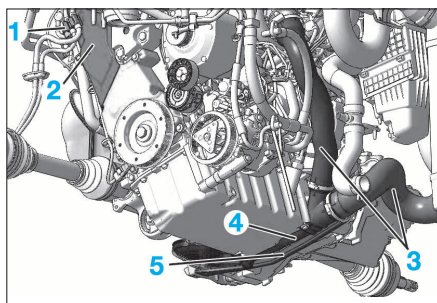
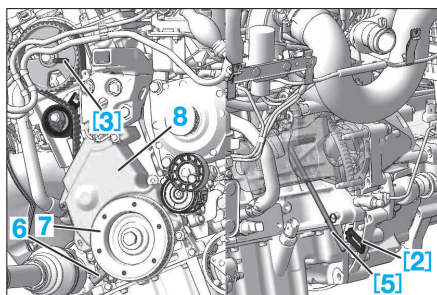

FIG. 16
FIG. 17
- l'agrafe (1) (support des tuyaux gazole) (Fig.16).
- le carter de distribution supérieur (2)
- les raccords d'air de suralimentation (3) et (4)
- le renfort impacteur de berceau (5).
- Piger (Fig.17) :
- le capteur de régime moteur (6)
- la poulie d'entraînement des accessoires (7)